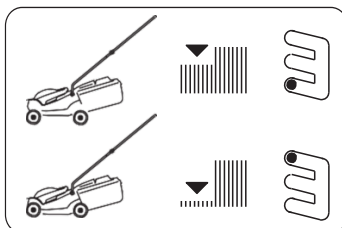

Рис. 9
9. Отрегулируйте высоту срезания (от высокой к низкой) как высоту оси (от низкой к высокой) (Рис. 9).